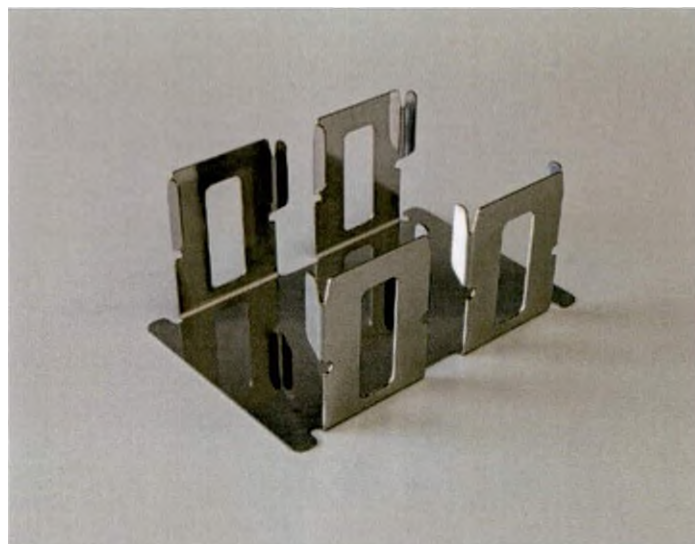

Рис. 13. Штатив для кювет под реагенты
5.5.8. *Штатив для кювет под реагенты* (Рис. 13) позволяет установить две специальные кюветы производства АО «Вектор-Бест».